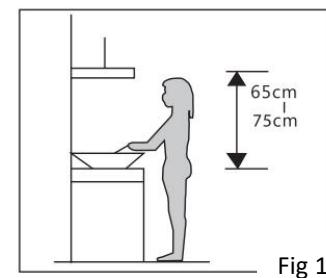

Fig 1
1.O exaustor deve ser colocado a uma distância de 65~75cm da superfície de cozedura para obter o melhor efeito. Ver Fig 1.
5. Retirar os filtros metálicos como indicado na Fig. 1.